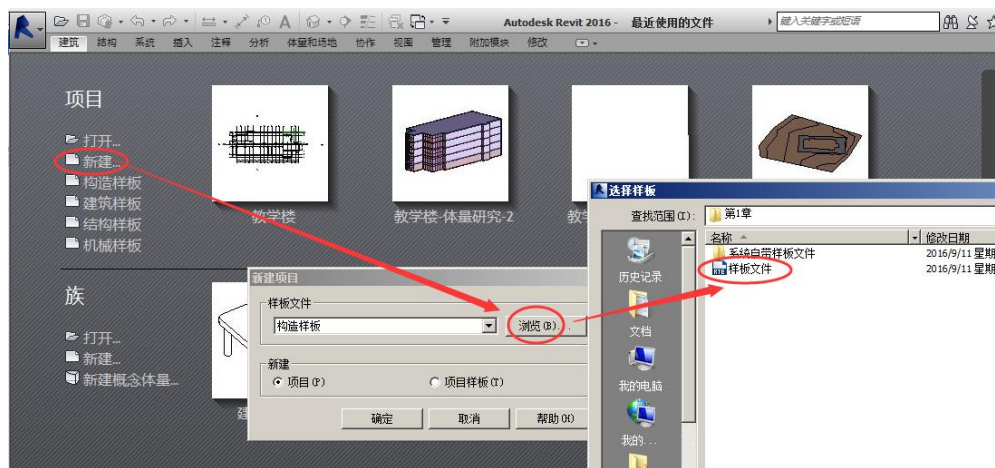

图 1-2 基于样板文件打开新项目
• 点击“新建”（图 1-2）。从弹出的“新建项目”对话框中，点击“浏览”，点击随书光盘自带的样板文件“第 1 章\样板文件.rte”，点击“确定”。